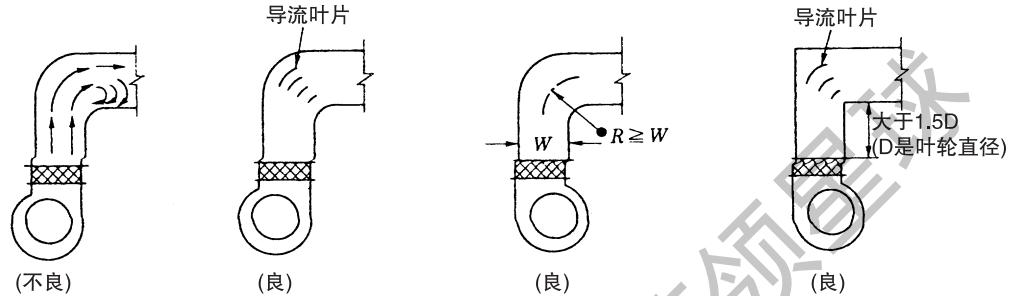

图 1.6 风机排出风管的布置方法
(1) 紧挨着风机的排出口的弯曲部分的方向，尽量不要与风机的旋转方向相反。不得已要使方向相反的情况下，如图 1.6 设置导流叶片，减少风管的局部阻力和噪音量。
(2) 紧挨着风机的排出口的弯曲部分，如图 1.6 到弯曲部分的距离要大于叶片直径的 1.5 倍，并避免骤然弯曲。